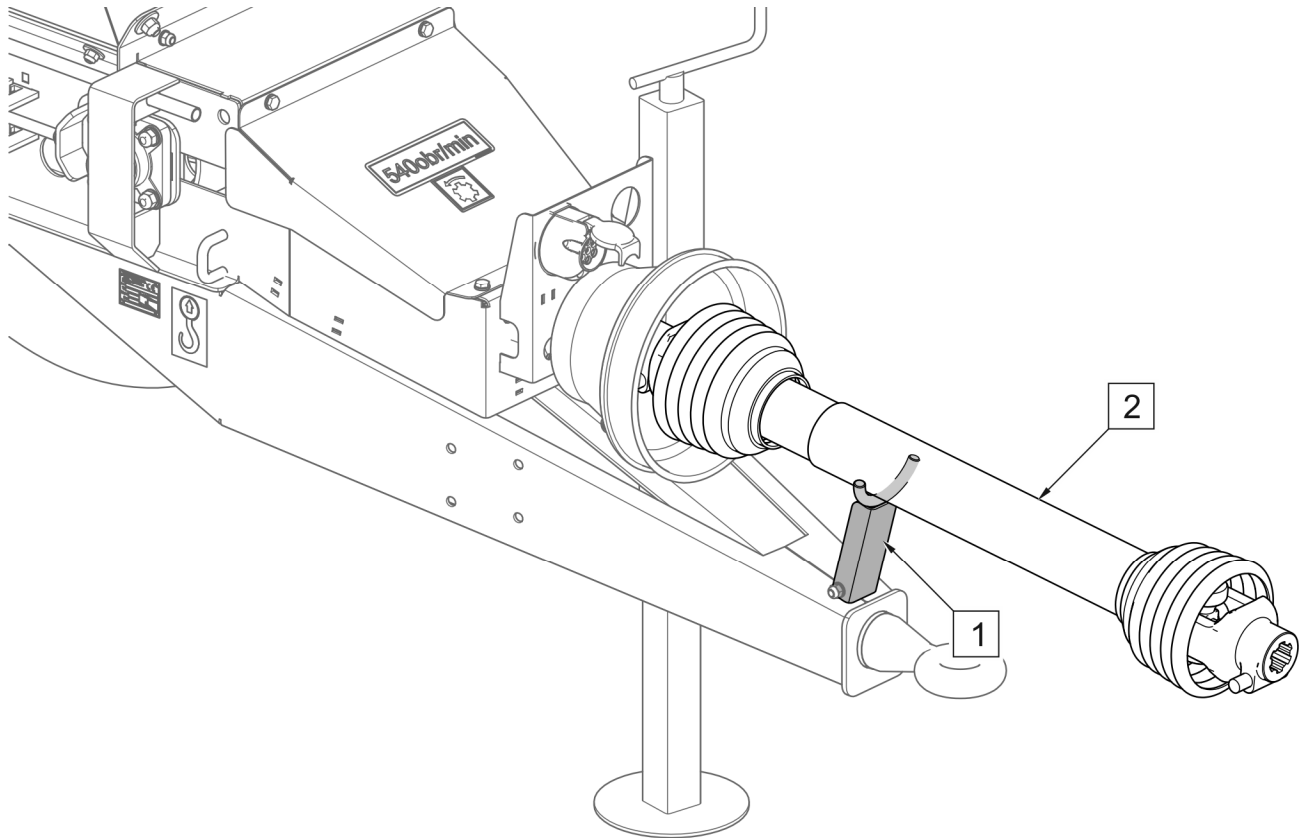

РИСУНОК 4.14 Кронштейн шарнірного телескопічного вала
- Від'єднайте шарнірний телескопічний вал від носія, зніміть його та поставте на кронштейн (РИСУНОК 4.14) - стосується розкидача з приводом ВВП.